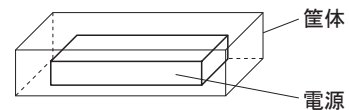

図3.2 電源取り付け例
■図3.2のように、電源が密閉空間で使用された場合、冷却が十分できない可能性がありますので、項3.2のポイントA、ポイントBの温度をご確認の上ご使用ください。